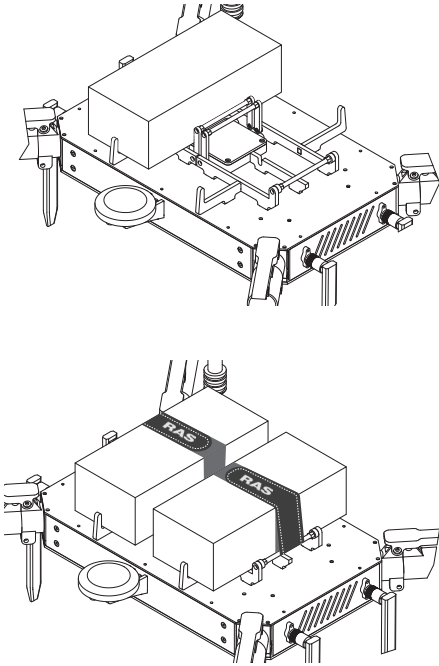

Figura 8
- Conecte las baterías al puerto de conexión (Figura 8).